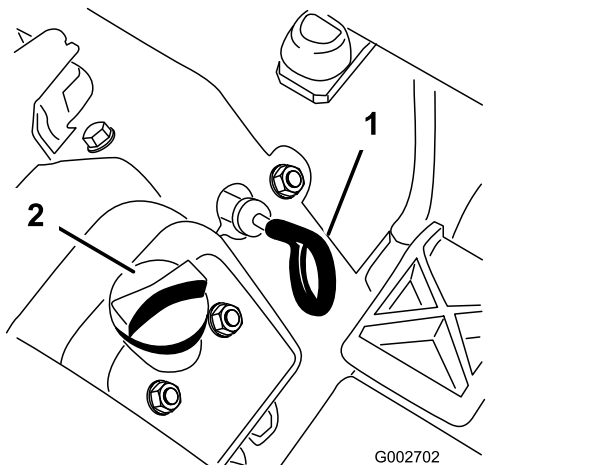

Figura 25
3. Puxe a vareta (Figura 25) e limpe-a com um pano limpo.